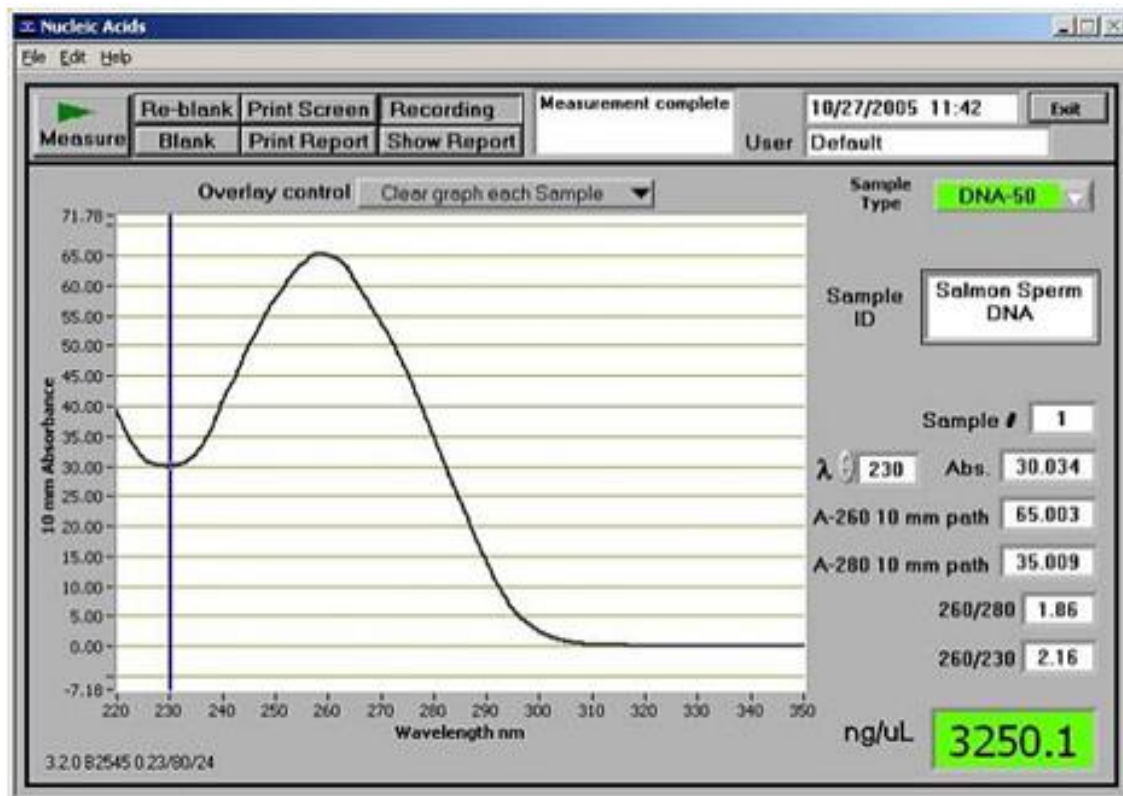

Abb. 6: Screenshot von der Software für das Nanodrop
12. Messung im Nanodrop (s. Abb. 6)